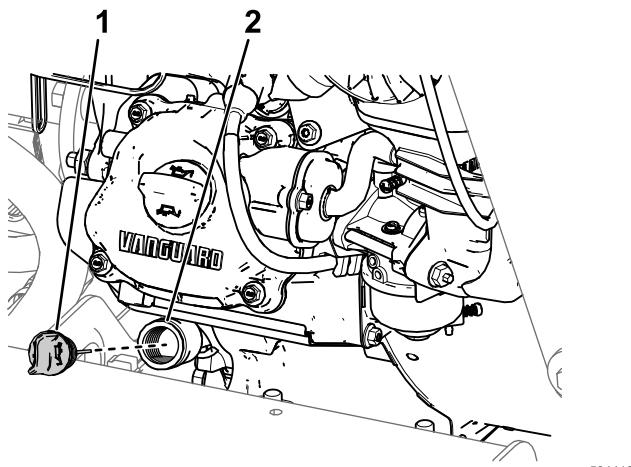

Figure 74
1. Sortez la jauge du goulot de remplissage du moteur et essuyez-la sur un chiffon propre (Figure 74).
2. Versez lentement 0,85 L (30 oz liq) de l'huile spécifiée dans le carter moteur par le goulot de remplissage (Figure 74).
- 6. Serrez la jauge à la main dans le goulot de remplissage (Figure 74).